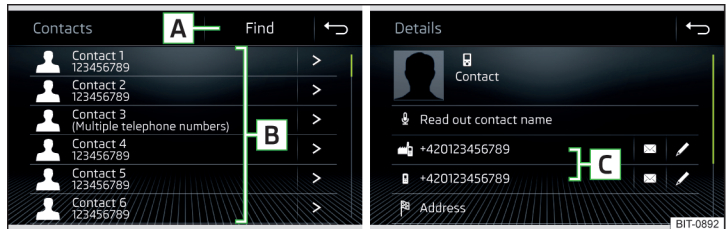

Abb. 198 Liste der Telefonkontakte / Kontaktdetails
- › Im Hauptmenü *Telefon* die Funktionsfläche  antippen, es wird eine Liste der Telefonkontakte angezeigt » Abb. 198.